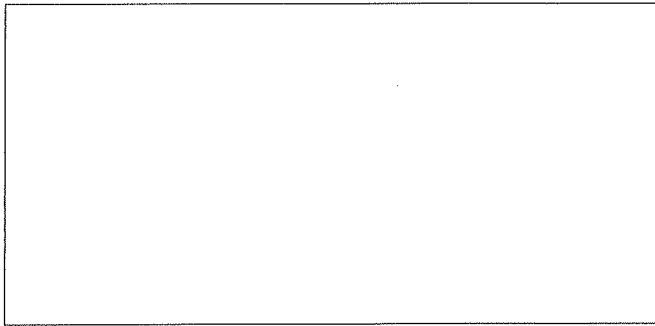

Рис. 54.
9. Прикрепите к кронштейнам ограждения для защиты ног (1 и 2, Рис. 54), используя винты ТЕ М10х10 с соответствующими шайбами (3).